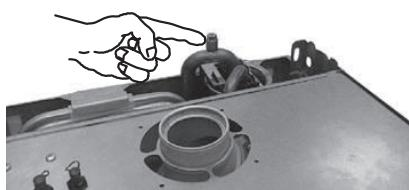

Рисунок 6.1
- Ослабьте пробку автоматического воздуховпускного клапана 18, см. Рисунок 6.1.
- Снимите пробку 20 (см. Рисунок 6.1) и разблокируйте насос, провернув ротор отверткой. Во время этой операции выпустите воздух из насоса.